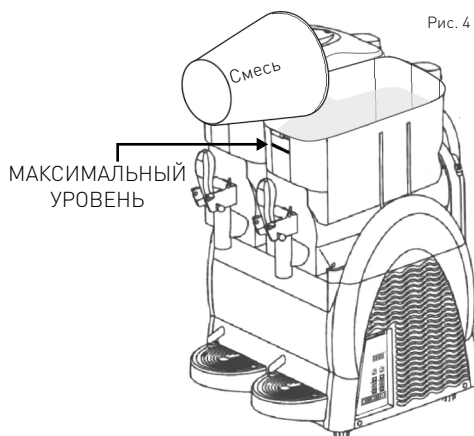

Рис. 4
- Аккуратно влейте смесь в контейнер (2), обращая внимание, чтобы уровень жидкости в контейнере не превысил „МАКСИМАЛЬНОГО УРОВНЯ“. (Смотри: Рис. 4). (Для того, чтобы избежать опасности, никогда не наливайте горячую жидкость в контейнер.)